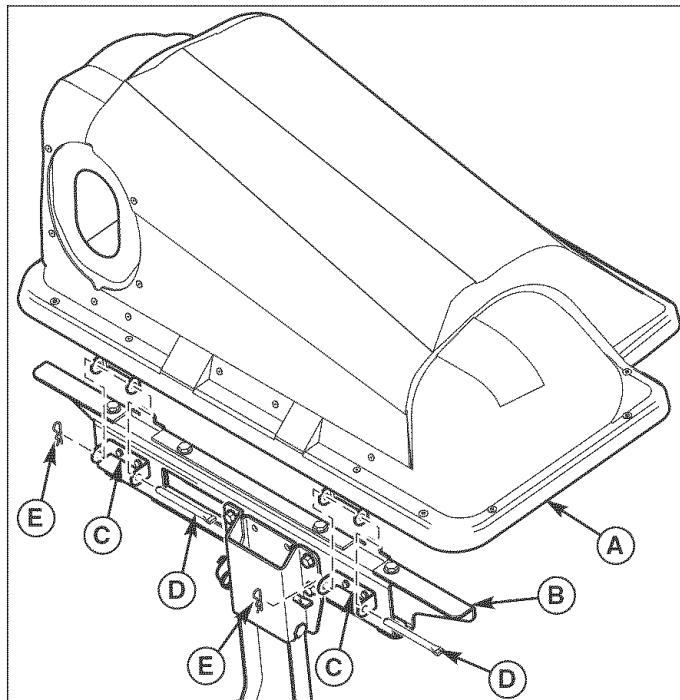

Figura 36. Instalación de la tapa
1. Fije el conjunto de tapa (A, Figura 36) al soporte de apoyo de la bolsa (B) usando los pivotes de bisagra de la tapa (C). Sujete el conjunto de tapa al soporte de apoyo de la bolsa usando los pasadores de bisagra (D) y los resortes de retención (E) como se muestra.